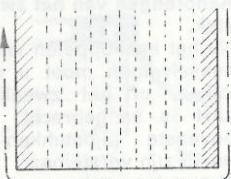

Abb. 19
1. Freischlag nach Abb. 19 für Rechtskurvenfahrweise.
1. Cut as shown in Fig. 19 for righthand travel.
1. Dégagement selon la fig. 19 pour virages à droite.
1. Taglio di sgombro secondo la fig. 19 per la voltata a destra.
1. Vrijmaken volgens afb. 19, indien u rechtsom rijdt.